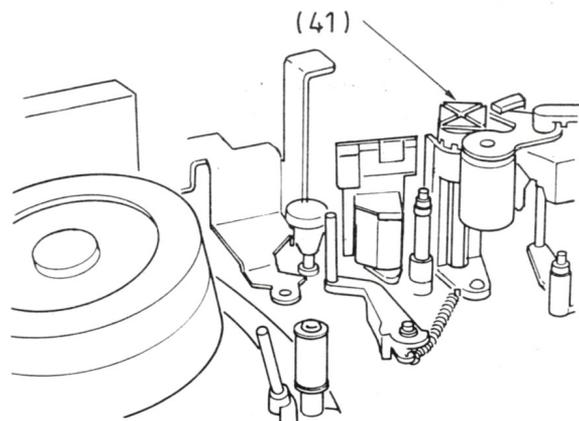
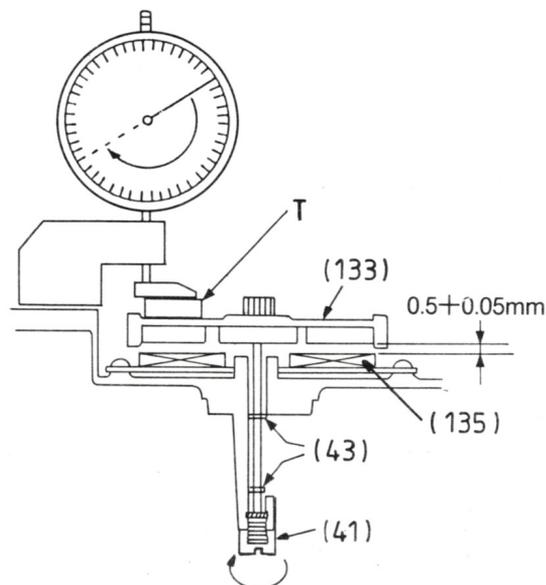

Fig. 19
Fig. 21
- Desserrer la vis de réglage (41), (**Fig.19**) jusqu'à ce que le stator cabestan (135) effleure le volant cabestan (133)
- Placer le gabarit «T» sur le volant cabestan (133), puis positionner le comparateur sur le bord poli du châssis. Tarer le comparateur à «O».
- A l'aide de la vis de réglage (41), ajuster le jeu entre le volant cabestan (133) et le stator (135) pour obtenir une valeur de 0,5 mm + 0,05mm (**Fig.21**).